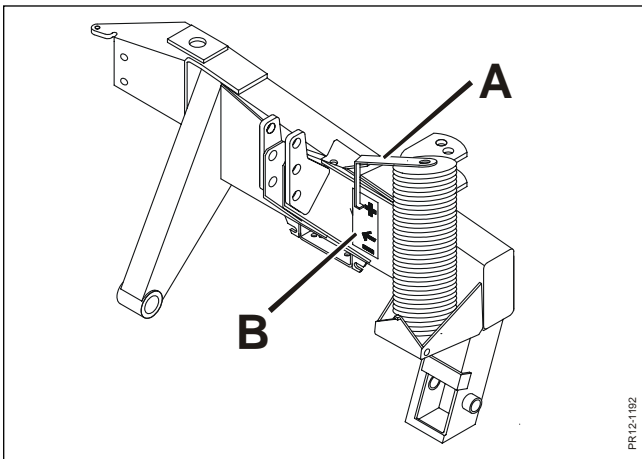

Fig. 3-7
- Fig. 3-7** Sollevare/abbassare i bracci di collegamento finché la macchina non ha la giusta altezza di lavoro. Questo avviene quando l'indicatore **A** è a livello con la freccia **B** come descritto nel paragrafo 2.